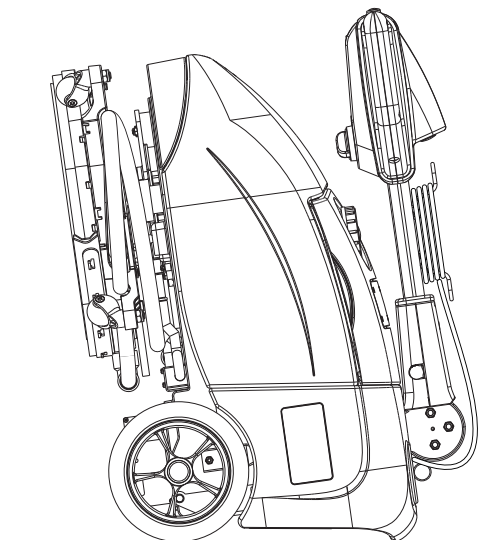

Figure 4
2. Ouvrir le couvercle (4) et débrancher le connecteur (7) de la batterie.
4. Pour mieux sauvegarder la brosse et les lamelles en caoutchouc de l'embouchure, tourner le guidon (1) et garer la machine comme indiqué dans la figure 4.